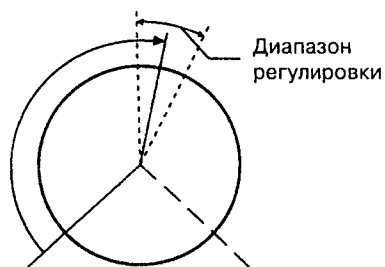

Рис. 25.
- Точка установки громкости не показывается на дисплее, если вы регулируете громкость на головном блоке с помощью регулятора громкости. В этом случае установите регулятор громкости на головном блоке в положение, которое указано ниже в соответствии с пунктом 2 (Рис.25).